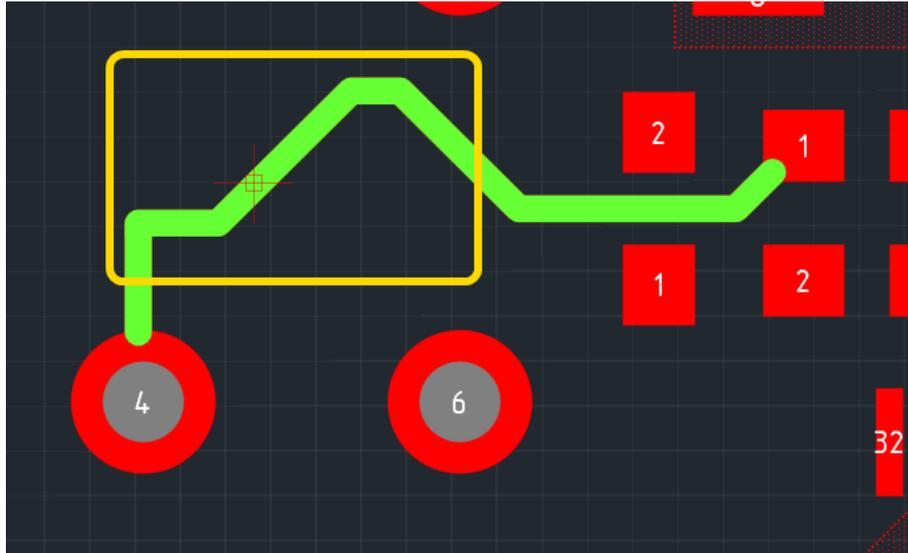

Рис. 72. Геометрия трека изменена после перемещения конечной точки сегмента
4. Отпустить левую кнопку мыши, тем самым зафиксировав новую геометрию трека, см. Рис. 72.